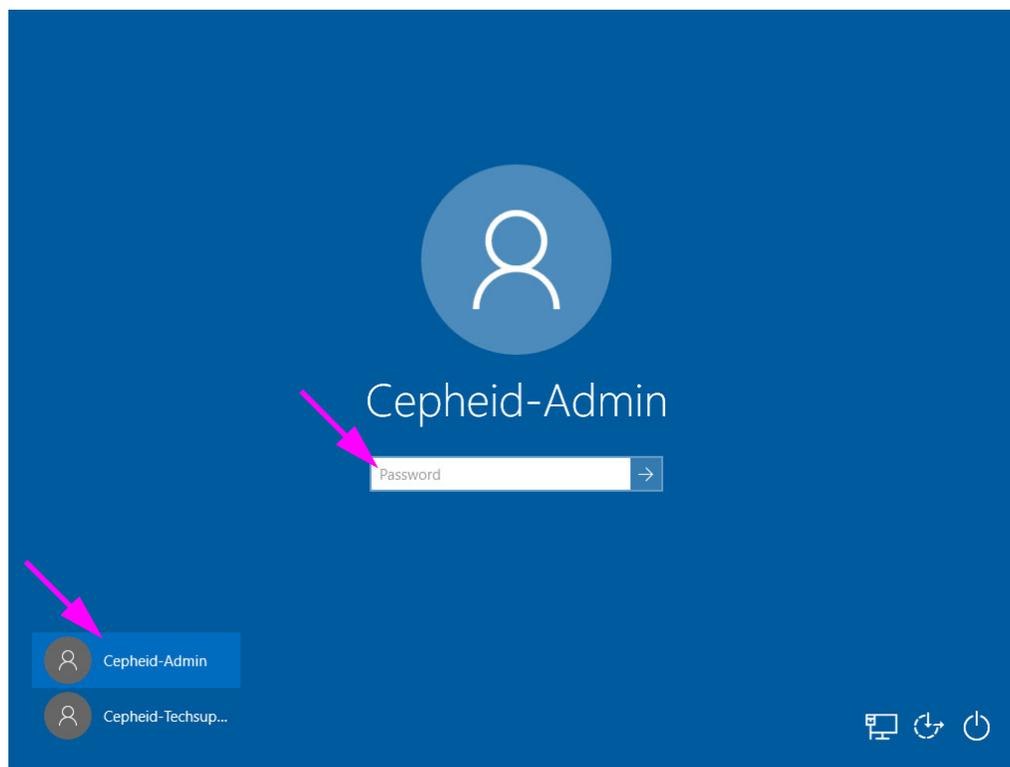

图 5-6. Windows 10 帐户和密码屏幕
1. 在 Windows 10 上，开机后，出现 Windows 锁定屏幕。请参见图 5-5。点击屏幕上的任意位置以显示 Windows 帐户和密码屏幕。请参见图 5-6。
**Cepheid-Admin** 帐户适用于所有客户任务，如运行测试、系统配置和软件更新。而 **Cepheid-Techsupport** 帐户仅供 Cepheid Technical Support 使用。请参见图 5-6。
2. 在 Windows 帐户屏幕上，选择 **Cepheid-Admin** 用户帐户（请参见图 5-6）。
3. 在 Windows 10 帐户和密码屏幕（请参见图 5-6）上，输入系统管理员分配的密码。